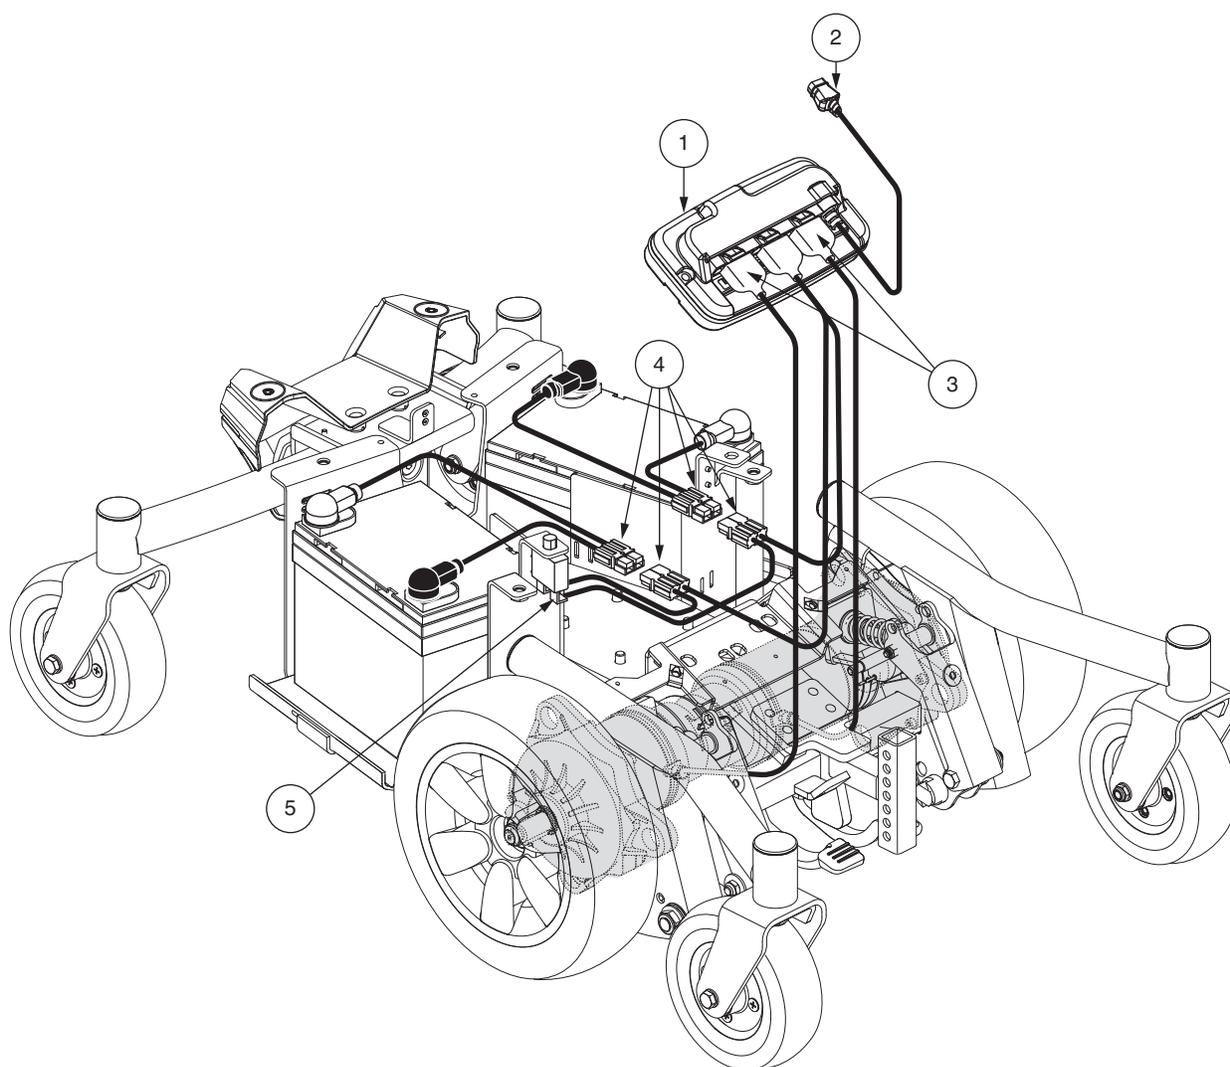

Figura 3. Componenti elettrici (pistone del sedile con centralina GC3)
4. Collegare il cablaggio della centralina al connettore sulla base di alimentazione. Vedere **figura 3 o 4**.